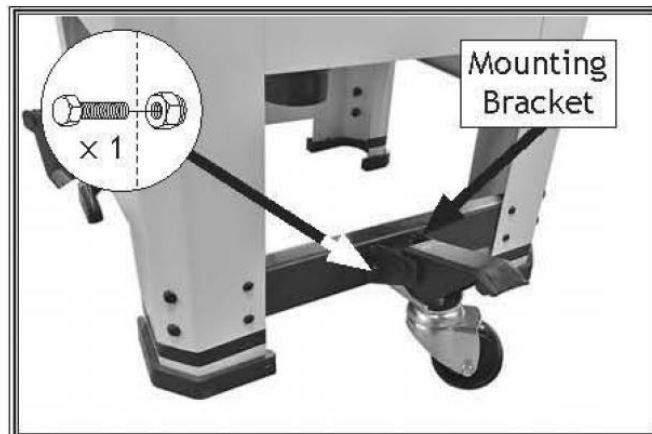

Рисунок 15. Ролик, установленный на скобе для ног.
4. Установите ролик на монтажный кронштейн опоры для ног с помощью (1) шестигранного болта М8-1.25 x 65 и (1) стопорной гайки ЛА8-1.25 (см. рисунок 15).